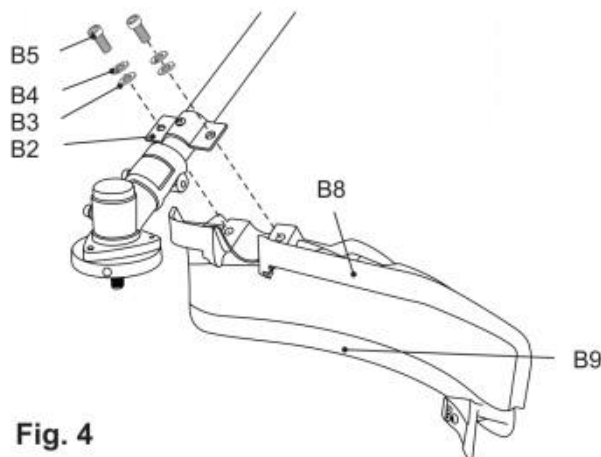

Fig. 4
- 3) Sichern Sie die Verbindung mit Schrauben (B5) , Federscheiben rs(B4) und Unterlegscheiben (B3)) unter Verwendung des Werkzeugs (E4) .(Abb.4).